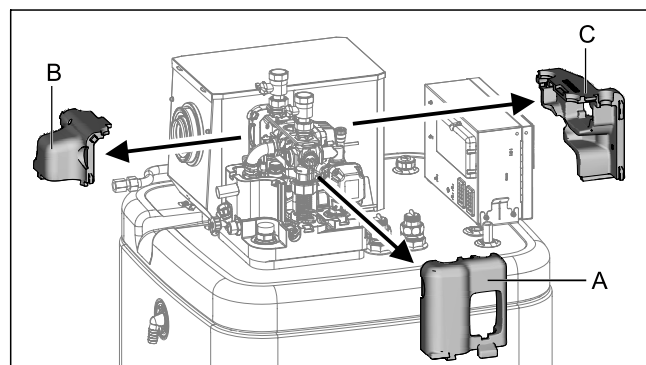

Fig. 4-13 Retirar el aislamiento térmico superior
- Tirar horizontalmente del elemento de aislamiento lateral (Fig. 4-13, pos. A).
- Tirar horizontalmente del elemento de aislamiento trasero (Fig. 4-13, pos. B).
- Tirar horizontalmente del elemento de aislamiento delantero (Fig. 4-13, pos. C).